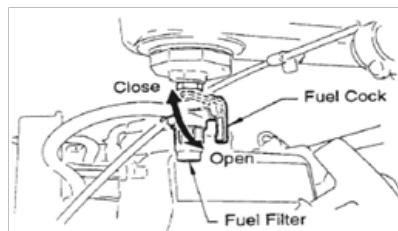

FIG 5
1. Abra la válvula de cierre de combustible moviendo la palanca del grifo de combustible a la posición ABIERTO (Fig. 5) y luego ponga el interruptor de arranque / parada del motor (Fig. 5) en la posición de ARRANQUE.